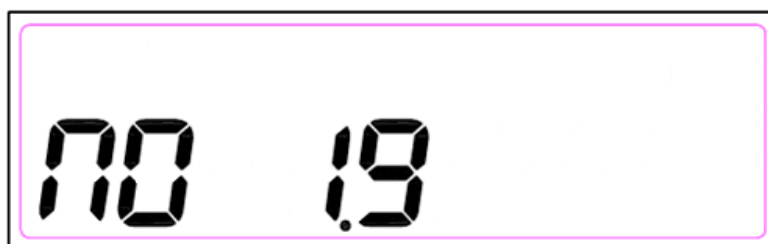

Рисунок 14 – Отображение версии программного обеспечения
**2.3.13** Окно с версией установленного программного обеспечения (рисунок 14).